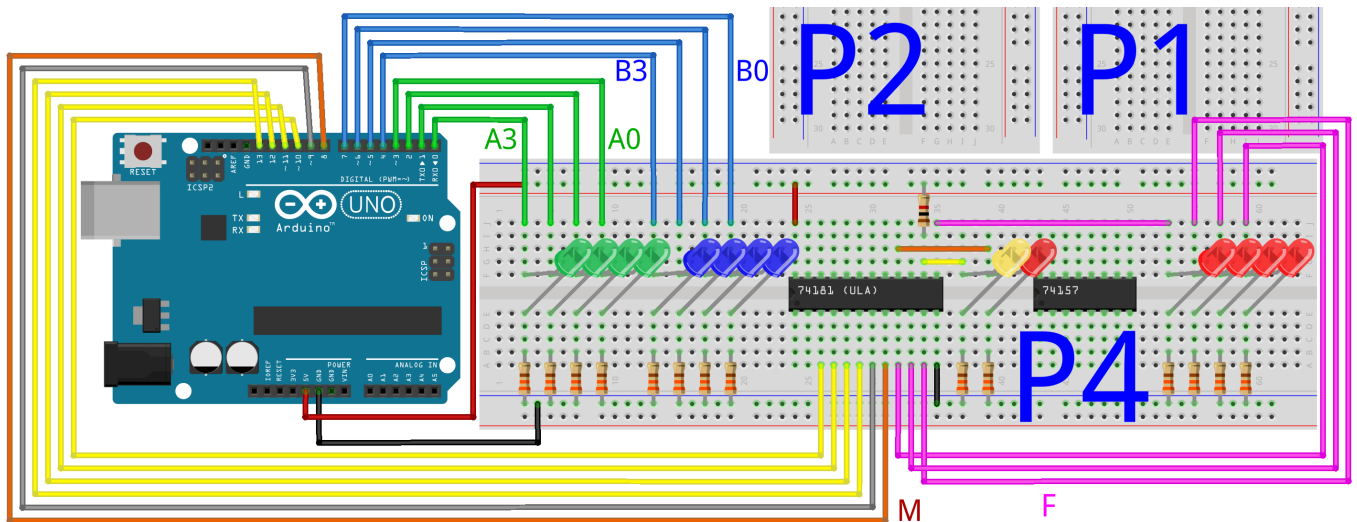

Figura 2: Conexão *parcial* do Arduino com o CI 74181. *Complete a ligação com fios jumper entre os pinos 0–7 do Arduino e as entradas A e B da ULA.*
O circuito da Figura 2 mostra como a ULA deve ser conectada ao Arduino. Usando o Código 1, você fará com que o Arduino controle os seguintes sinais:
- Monte o circuito da Figura 2 na **protoboard P4**, consultando a pinagem do CI 74181, no Apêndice. Dicas: